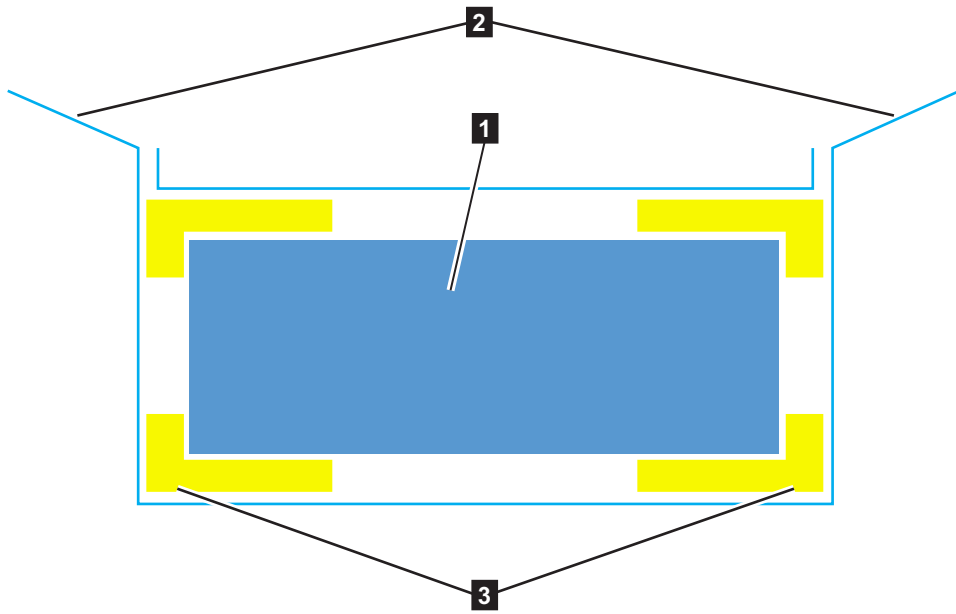

図 47. パッケージ材
3. 図 47 に示すように、出荷用ボックスの隅をカットして折り下げ、拡張エンクロージャーの側面と表面が見えるようにします。